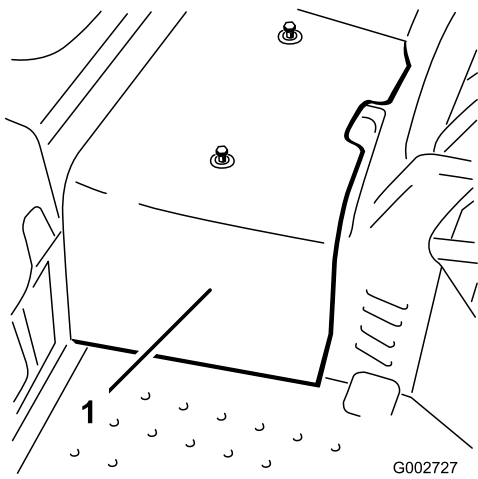

图 36
2. 拧掉将中央护罩固定到机器的 2 个螺丝然后取下护罩图 36。